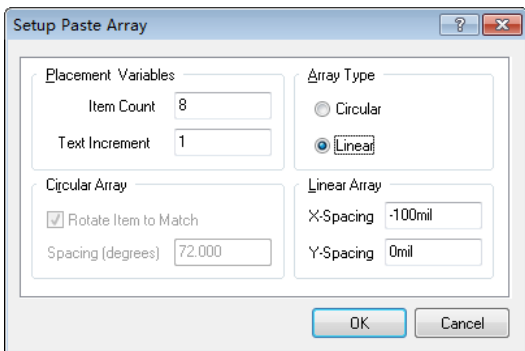

图 18-39 对应上面一排焊盘的阵列粘贴对话框
③ 执行菜单命令 **Place** » **Pad** 或者单击 **PCB Lib Placement** 工具栏上的  按钮, 再次进入放置焊盘状态, 按下 **Tab** 键, 将其编号设为 9。放置好该焊盘后, 剪切该焊盘, 单击 **PCB Lib Placement** 工具栏最右边的  按钮, 打开 **Paste Array** 对话框, 按照图 18-39 所示进行属性设置, 注意 **X-Spacing** 栏位输入 “-100mil”, 单击 **OK** 按钮关闭对话框。移动光标到坐标点(750, 200)的位置, 单击鼠标左键放置芯片本体上方的编号从 9 到 16 的 8 个焊盘。